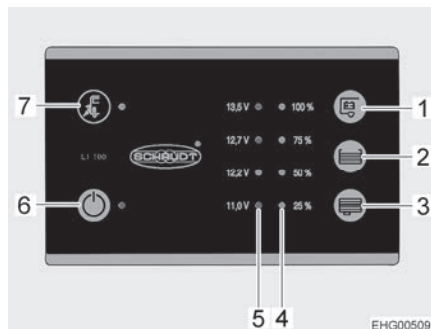

Bild 79 Panel (LT 100)
Den gula lysdioden lyser vid symbolen nätanslutning "⚡" (Bild 79,7) när fordonet är anslutet till en extern nätanslutning. Lysdioden lyser då också med avstängd panel.
Med huvudbrytaren 12 V (Bild 79,6) kopplas panelen och bodelens 12 V-försörjning till eller från.
Slå på: ■ Tryck på knappen "⏻" (Bild 79,6): 12 V-försörjningen för bodelen är påslagen. Lysdioden lyser grönt.
Slå från: ■ Tryck på knappen "⏻" (Bild 79,6) på nytt: 12 V-försörjningen för bodelen är avstängd. Lampan släcks.
Lysdiodskalan (Bild 79,5) visar batterispänningen för bodelsbatteriet enligt följande:
- Tryck ner knapp " " (Bild 79,1): Bodelsbatteriets spänning visas.
Lysdiodskalan (Bild 79,4) visar fyllnivån i färskvattentanken eller avloppstanken.
Tryck ner knapp "☰" (Bild 79,2): Färskvattentankens fyllnadsnivå visas med hjälp av lysdiod.
Tryck ner knapp "☷" (Bild 79,3): Avloppstankens fyllnadsnivå visas med hjälp av lysdiod.